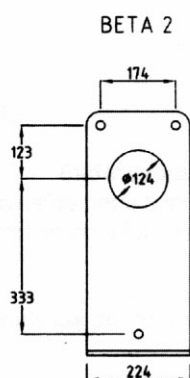
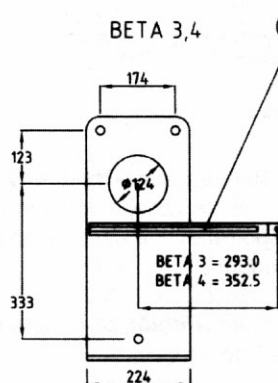

Рис. 5
Рис. 6
1. Подвесной лист **С** и подвесную рейку **Н** привинтить (рис. 6,7 для ВЕТА 3,4,5).
2. Подвесной лист **С** – Рис. 5 (ВЕТА 2) и подвесной лист (комплект) – Рис. 6,7 (ВЕТА 3,4,5 с подвесной рейкой) обвести на стене и отметить отверстия для винтов и для вытяжной системы. Подвесной лист (подвесной комплект) необходимо установить горизонтально (иначе отопительный прибор будет криво висеть).